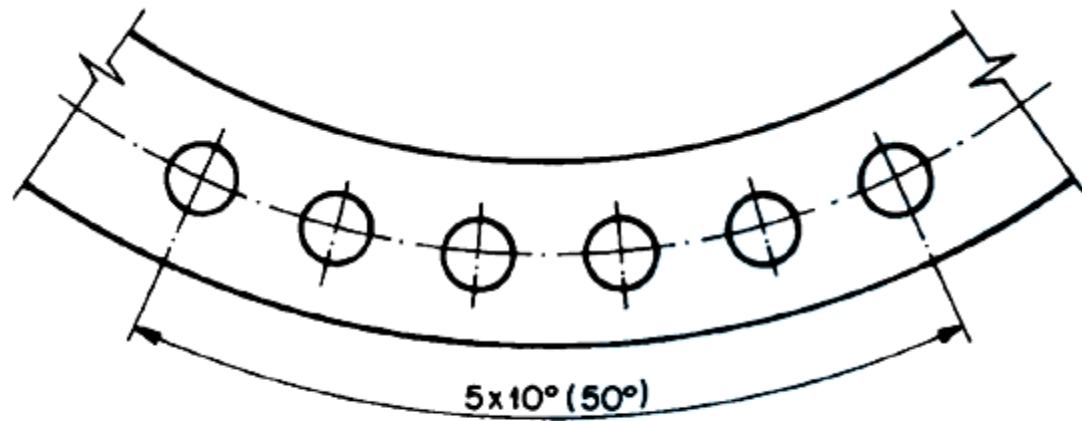

Figura 47
6.2.3 Espaçamentos angulares de furos e outros elementos podem ser cotados como mostra a Figura 47.